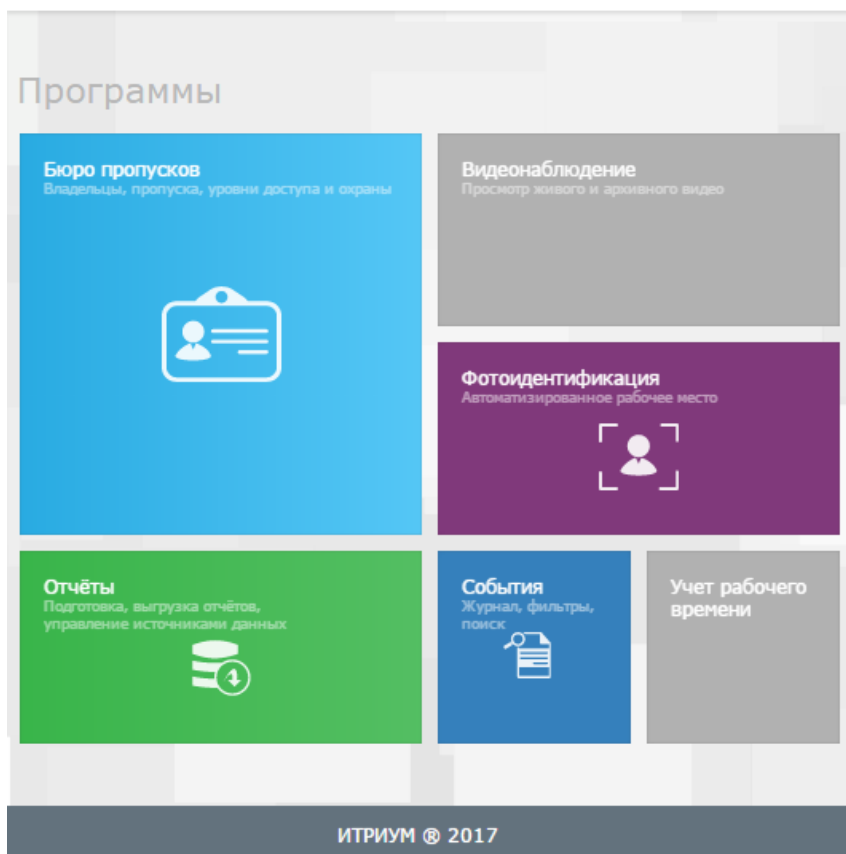

Рисунок 9.29 — Рабочий стол. Блок Программы
1. Блок **Программы** (рисунок 9.29) содержит перечень прикладных программ: